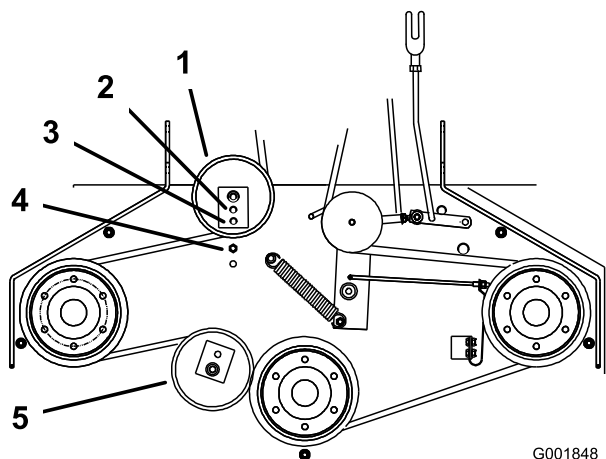

Figura 40
- Si no es posible ajustar más el tensor y la correa todavía está floja, será necesario cambiar la polea tensora trasera al taladro central o delantero (Figura 40). Utilice el taladro que permita el ajuste correcto.
- Cuando se cambia de posición la polea tensora, será necesario cambiar también la guía de la correa. Mueva la guía de la correa a la posición delantera (Figura 40).